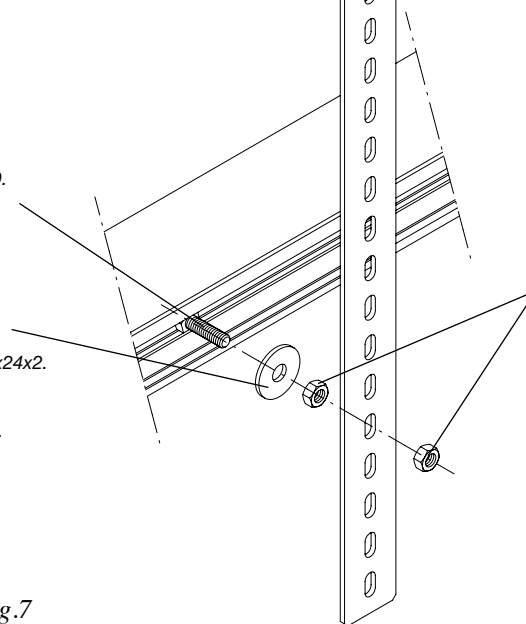

Fig.7
- Predisporre le staffe di attacco al soffitto preferibilmente vicino al motore (Fig.6). Per il fissaggio vedere Fig.7.
- Ancoraggio delle staffe di attacco al soffitto con il profilo di guida (Fig.7).
- Place the fixing brackets to ceiling preferably near the motor (Fig.6). For fastening, see Fig.7.
- To anchor the ceiling fixing brackets to the guide profile (Fig.7).